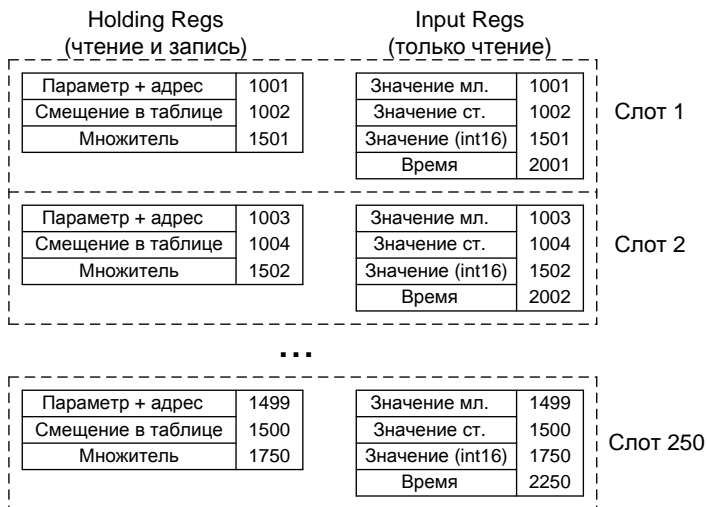

Рисунок 4 – Слоты опроса
3.5.3.4 **Измеряемые параметры преобразователей** доступны по протоколу «Modbus RTU» через слоты опроса (250 ячеек), в которые помещаются значения параметров преобразователей (рисунок 4). Каждый слот может хранить значение одного параметра преобразователя. Опрос преобразователей по линии СЕНС устройство выполняет независимо от запросов по протоколу «Modbus RTU».